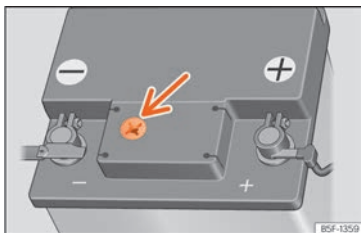

Fig. 188 Mirilla en la parte superior de la batería de 12 voltios (representación esquemática).
- Compruebe el indicador de color de la mirilla en la parte superior de la batería »» **fig. 188**.